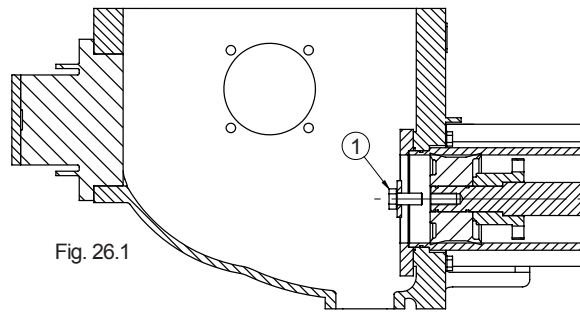
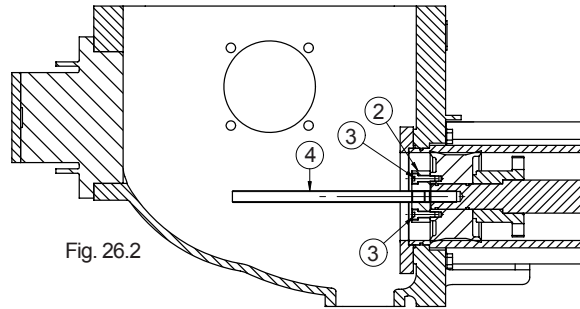
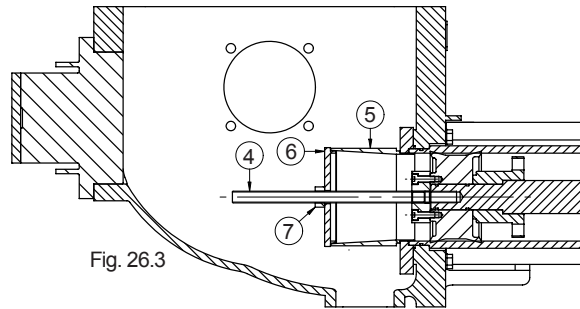

Fig. 26.1
Fig. 26.2
Fig. 26.3
- Dévisser la vis de tête (Fig. 26.1 Rep. 1) ; positionner l'extracteur (Fig. 26.2 Rep. 2) sur le piston et visser les deux vis (Fig. 26.2 Rep. 3).
- Visser le boulon (Fig. 26.2 Rep. 4) sur l'extracteur jusqu'en butée, positionner la bague de centrage (Fig. 26.3 Rep. 5) sur la plaque anti-usure, monter le bouchon (Fig. 26.3 Rep. 6) et commencer à visser l'écrou (Fig. 26.3 Rep. 7) ; le piston (Fig. 26.4 Rep. 8) sortira du cylindre au fur et à mesure du vissage de l'écrou.